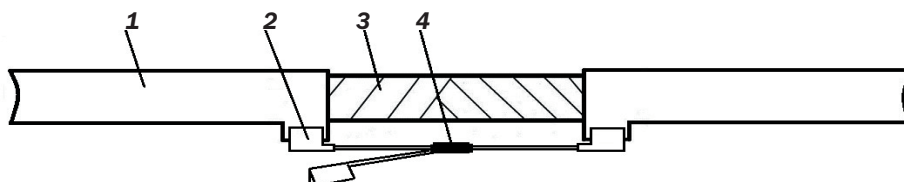

Рис. 12. Восстановление непрерывности экрана кабеля с помощью перемычки:
5.12 Сжимаемые соединители экрана устанавливают на отогнутые участки алюмополиэтиленовой оболочки и обжимают пассатижами (см. рис. 12).